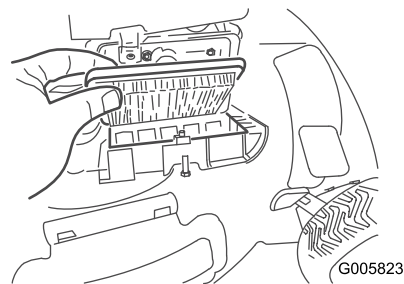

Figura 33
- Sostituite il filtro dell'aria (Figura 33).